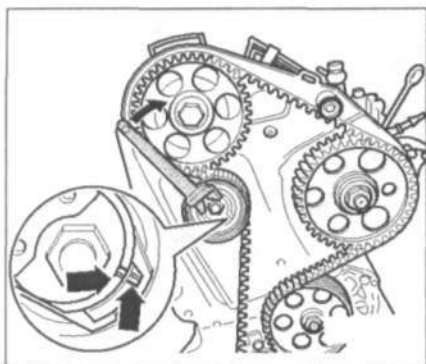

Рис. 6.9. Натяните ремень ГРМ. С помощью ключа прокрутите натяжной ролик в направлении стрелки (по часовой стрелке) так, чтобы метки (стрелки) совместились.
20. Натяните ремень ГРМ (рис. 6.9). С помощью ключа прокрутите натяжной ролик в направлении стрелки (по часовой стрелке) так, чтобы метки (стрелки) совместились.
19. Натяните ремень ГРМ (рис. 6.9). С помощью ключа прокрутите натяжной ролик в направлении стрелки (по часовой стрелке) так, чтобы метки (стрелки) совместились.